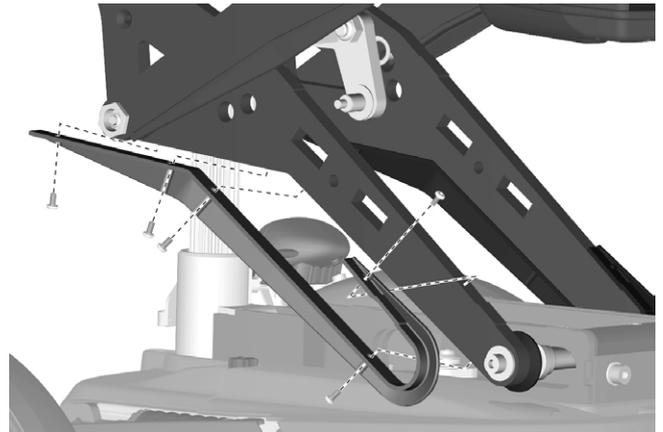

Abbildung 85. Der Klemmschutz wird mit fünf Schrauben montiert.
5. Die fünf Schrauben abmontieren, die den Klemmschutz des Unterlenkers halten. Siehe Abbildung.85.